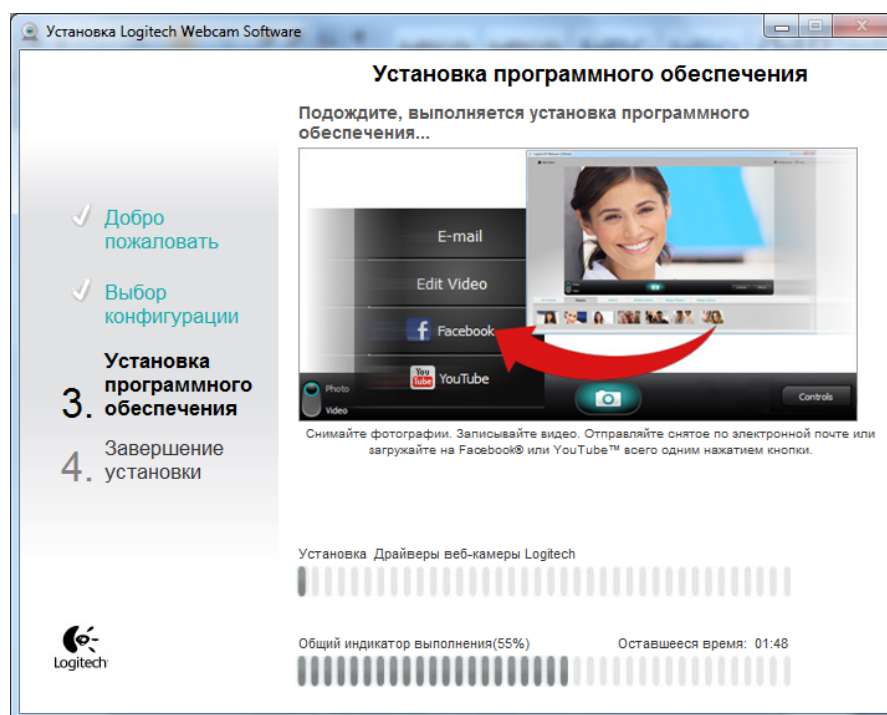

Рис. 7
7. Подождать пока драйвера устанавливаются (Рис.7).